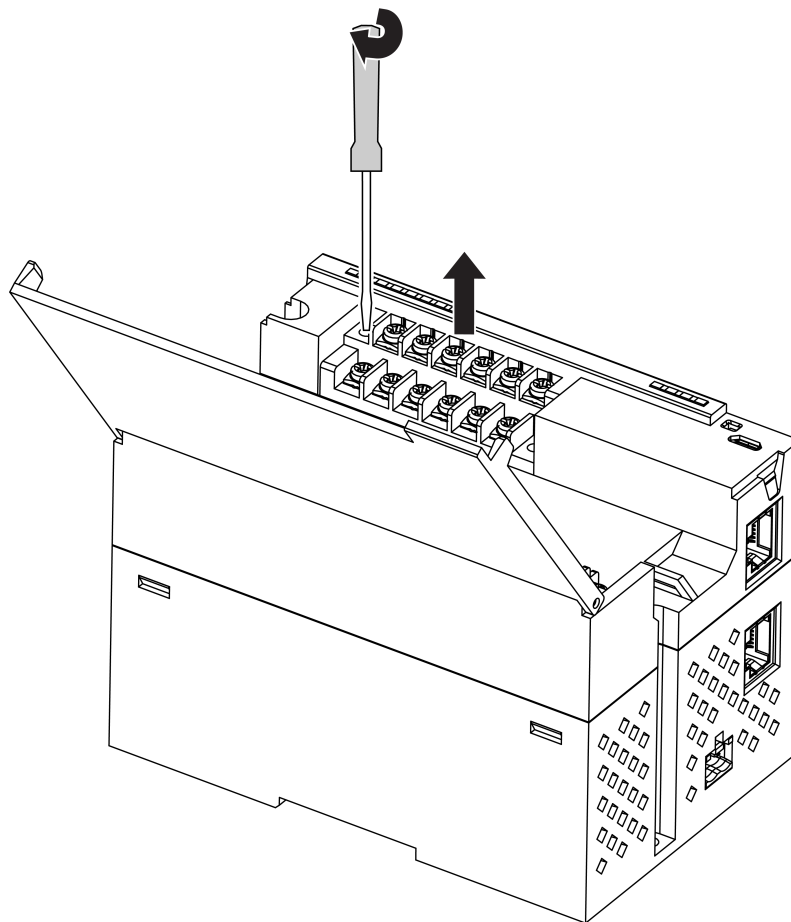

Рисунок 8.2 – Отсоединение клемм (вторая колодка)
3. Для снятия второй колодки (см. рисунок 8.2) проделать действия п 2.